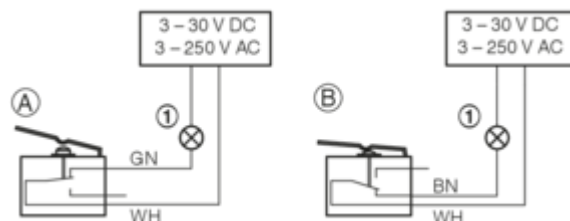

Fig. 54 : Câblage pour interrupteur fin de course, exemple
- Les interrupteurs de fin de course doivent être raccordés suivant l'exemple de câblage ci-contre. Fig. 54